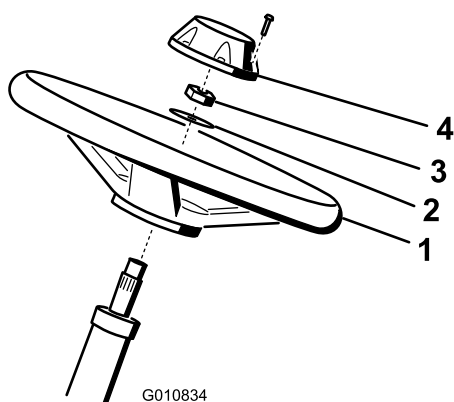

図 5
1. ハンドルをステアリングシャフトにはめ込む (図 5)。
2. ワッシャをステアリングシャフトにはめ込む (図 5)。
3. ロックナットでハンドルを固定し、2735N・m (2.83.6kg/m = 2026ft-lb) にトルク締めする (図 5)。
4. キャップを取り付け、ボルト6本で固定する (図 5)。